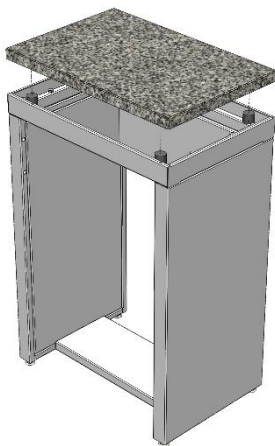

Рис. 3. Установка рабочей поверхности стола СВ
- 6.6. Положить гранитную плиту на виброопоры каркаса СВ (Рис. 3).